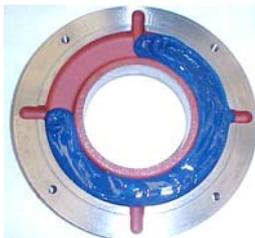

Рисунок 7.7: Кольцо наружной фиксации подшипника
- Заполните $\frac{3}{4}$ внутреннего резервуара колец наружной и внутренней фиксации рекомендуемым смазочным веществом (Рисунок 7.7) и смажьте втулку достаточным